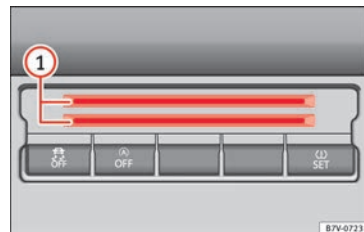

Fig. 180 I midterkonsollen nederst: kortholdere
I det nederste område af midterkonsollen er der et opbevaringsrum »» **Fig. 180** ① til opbevaring af mønter, kort, parkeringsbillerter eller lignende.